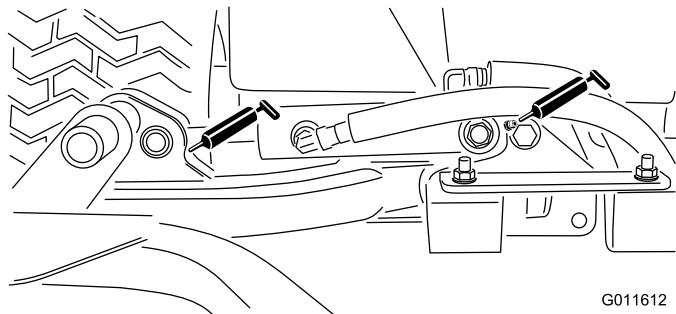

Bild 31
- Hubarmzylinder des Mähwerks (2 Stück) (Bild 31)
- Hubarmgelenke (1 Stück) (Bild 31)